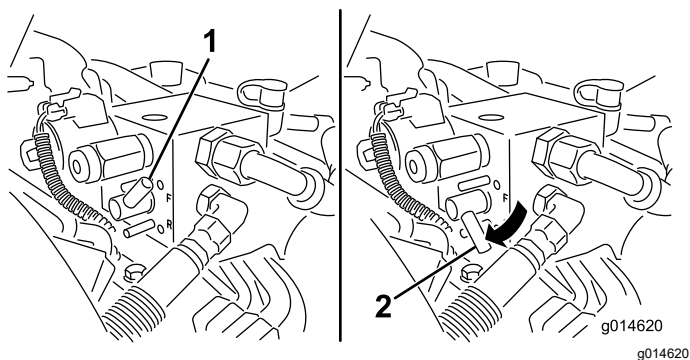

Figura 58
5. Rode a alavanca de retificação para a posição PARA TRÁS (R) (Figura 58).